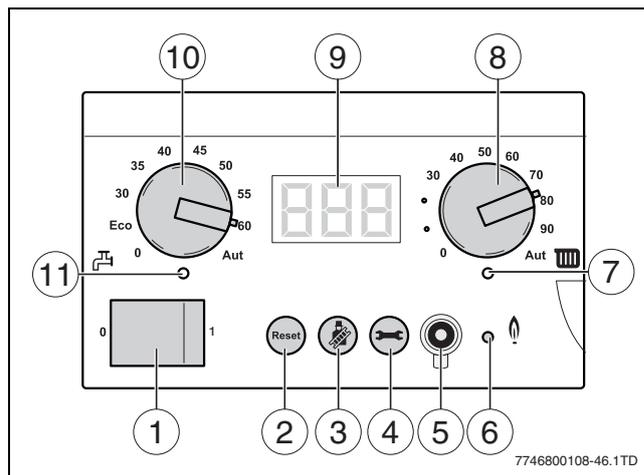

Bild 5 Bedienelemente
- ▶ Am Drehschalter für Warmwasser-Solltemperatur  (→ Bild 5, [10]) die gewünschte Warmwassertemperatur entsprechend Tab. 4 einstellen.
- ▶ Am Drehschalter für maximale Kesseltemperatur  (→ Bild 5, [8]) die gewünschte Kesseltemperatur entsprechend Tab. 5 einstellen.